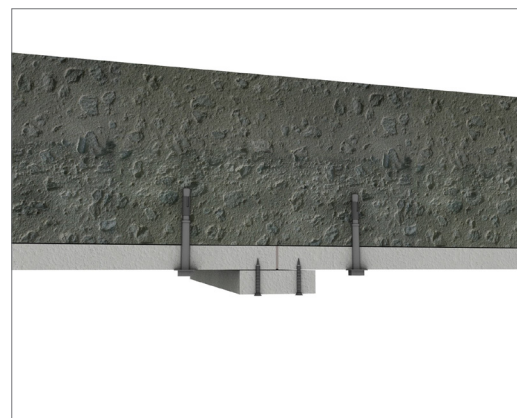

Imagen 6: Banda de Panel PassiveTec® para juntas mayores a 6 mm.
- Si el espacio excede los 6 mm, se debe rectificar rellenando el agujero con silicona intumescente PassiveTec® XT y cubirla con una banda de panel PassiveTec® de 100 mm de ancho, del mismo tipo de panel y espesor, anclado con tornillos al panel. Ver Imagen 6.